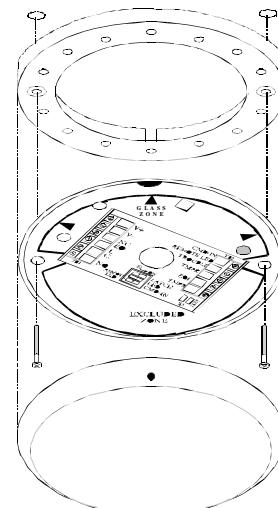

Рис. 9. Установка с дополнительной установочной панелью FG-SP2.
- Для установки с поверхностной прокладкой соединительных проводов используйте дополнительную установочную панель FG-SP2 (см. рис. 9).